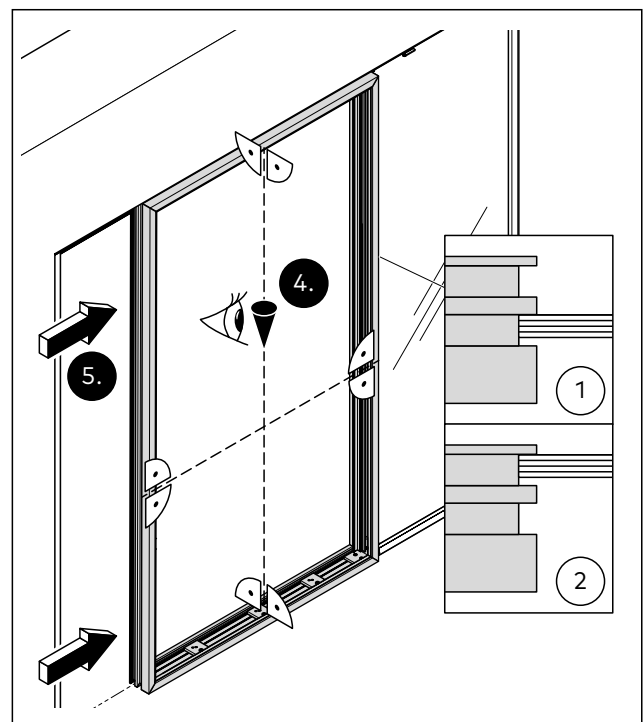

Abb. 22 Den Akustikelementrahmen ausrichten
4. Den Akustikelementrahmen lotrecht ausrichten (Abb. 22).
Dargestellt ist eine mittige Ausrichtung des Akustikelements. Für eine bündige Ausrichtung die entsprechende Fuge des Akustikelements verwenden (siehe Abb. 22, Pos. 2).